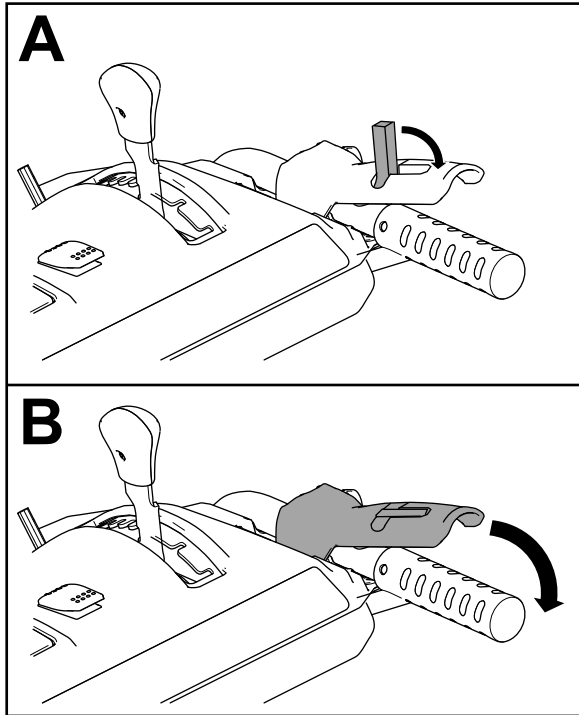

Figure 22
1. Pour engager l'entraînement de vis sans fin/turbine, déplacez le commutateur de verrouillage vers l'arrière sur le levier, puis serrez le levier droit (vis sans fin/turbine) contre la poignée (Figure 22).